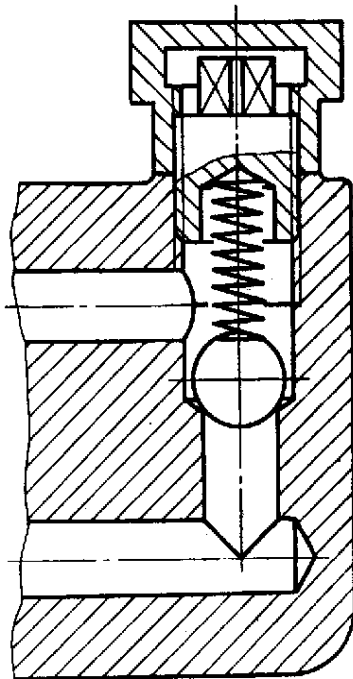
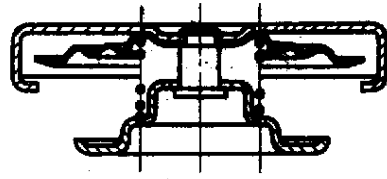

图 2
图 6
3.2 型材直径或厚度在图形上等于或小于 2 mm 的螺旋弹簧、碟形弹簧、片弹簧允许用示意图绘制（图 2、3、4）。当弹簧被剖切时，剖面直径或厚度在图形上等于或小于 2 mm 时也可用涂黑表示（图 6）。